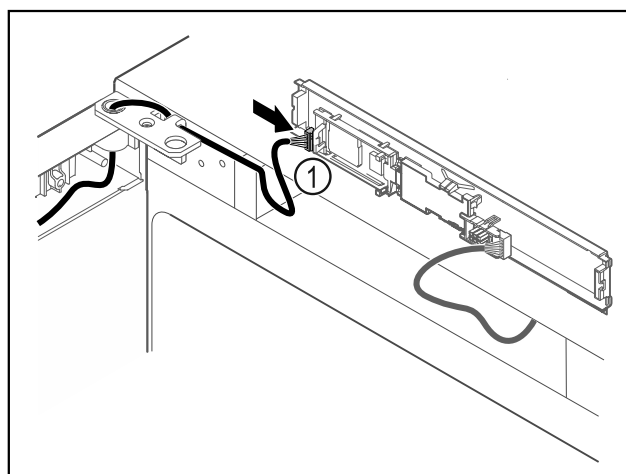

Fig. 67
- Enchufar el conector Fig. 67 (1) en la platina.